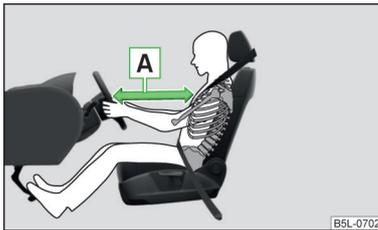

Fig. 9
- Es importante que el conductor y el acompañante mantengan una distancia mínima de 25 cm con respecto al volante o al tablero de instrumentos [A] » fig. 9. Si no respeta la distancia mínima, el sistema de airbag no podrá protegerle. ¡Peligro de muerte! Además, los asientos delanteros y los reposacabezas siempre deben estar correctamente ajustados a la estatura del ocupante.